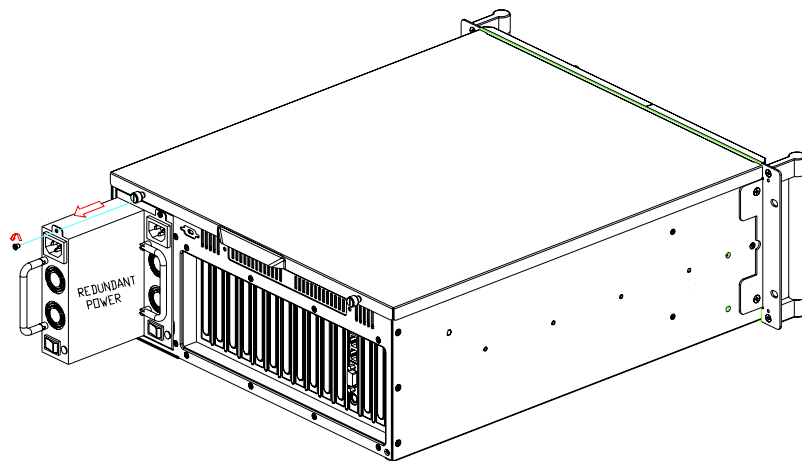

图 3.9：更换电源模块
3. 卸下故障模块上的螺丝，握住手柄将其拉出（如图 3.9 所示）。